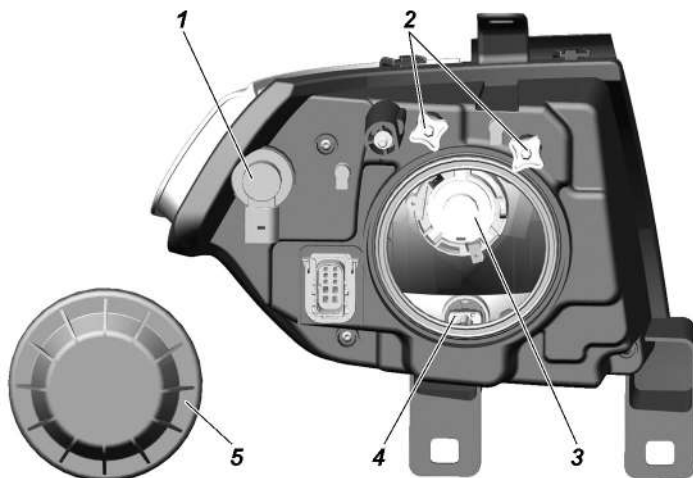

Рис. 9.29. Фара:
3. Включите ближний свет фар и, поочередно закрывая каждую фару, вращением регулировочных винтов 2 (рис. 9.29) добейтесь, чтобы светотеневая граница слева от точек
**Замена ламп фар.** Для замены лампы указателей поворота снимите колодку с патрона 1 ( рис. 9.29), поверните патрон по часовой стрелке (для правой фары) или против часовой стрелки (для левой фары) и выньте патрон в сборе с лампой.
Для замены ламп противотуманных фар отсоедините колодку жгута проводов 2 ( рис. 9.29) от лампы, поверните против часовой стрелки и выньте лампу.